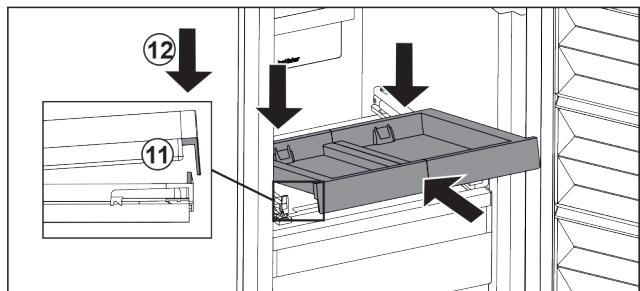

Fig. 26
- ▶ L'insérer en l'inclinant. Veiller à ce que, des deux côtés, la butée soit derrière la languette. Fig. 26 (11)
- ▶ Déposer le compartiment coulissant par l'avant. Fig. 26 (12)